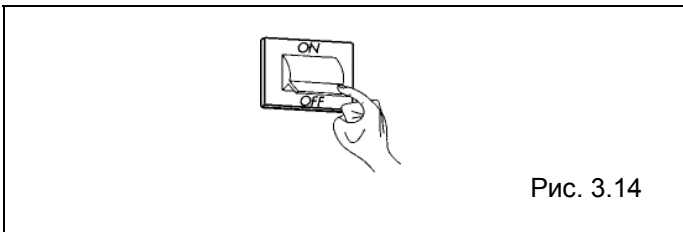

Рис. 3.14
- отключите электропитание, переведя главный выключатель системы и главный выключатель бойлера в положение «выключено» (рис. 3.14)